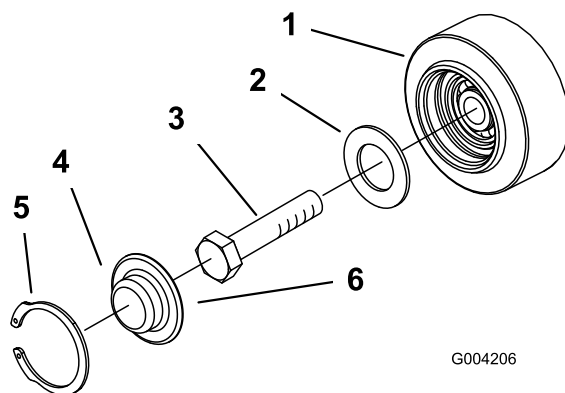

Figura 49
3. Retire la anilla a presión y el tapón de una de las ruedas de rodaje (Figura 49).
4. Compruebe la grasa que hay debajo del tapón y alrededor de la junta (Figura 49). Si está sucia, tiene arenilla o queda poca grasa, elimine toda la grasa, cambie la junta, y añada grasa nueva.
6. Coloque el tapón engrasado sobre la cabeza del perno (Figura 49).
7. Sujete el tapón de la rueda de rodaje con la anilla a presión (Figura 49).